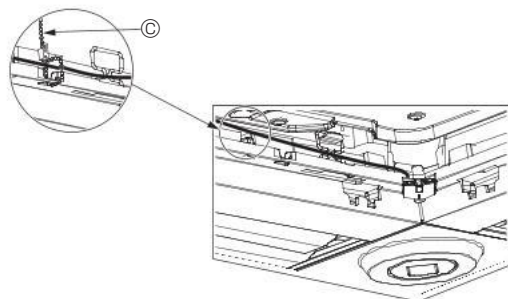

Fig. 10-12
- Fest i-See-sensoren og signalmottakerledningene til panelet med festene som vist på bildet, slik at det ikke er slakk i ledningene, og deretter klipp av den overfløydige enden av festet. (Fig. 10-12)
- Hvis posisjonen til i-See-sensoren ble endret fra "○" (E) til "□" (F)-posisjonen, endre funksjonsinnstillingene. (Se side 254.)